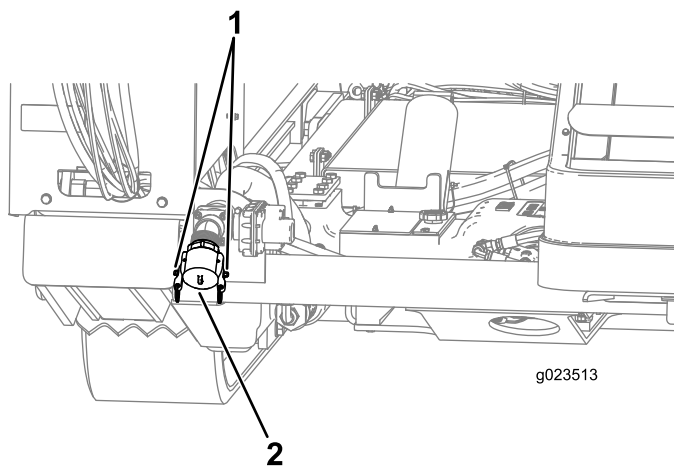

Figura 48
- Levante las palancas de leva del tapón de entrada de la bomba, y retire el tapón (**Figura 48**).